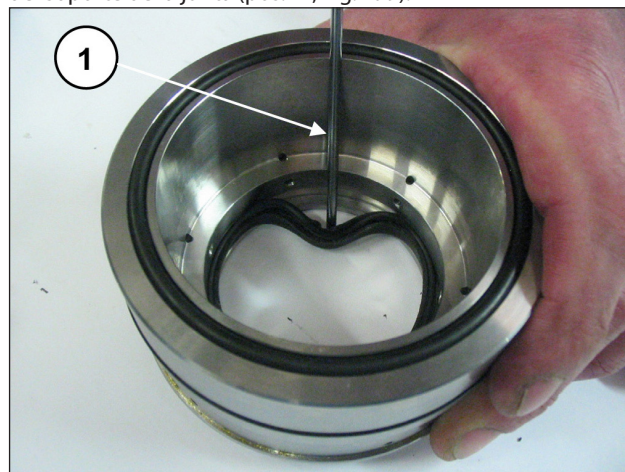

Fig. 199
Para quitar la junta de baja presión, es necesario utilizar un espesímetro o una herramienta que no dañe el alojamiento del soporte de la junta (pos. ①, Fig. 199).